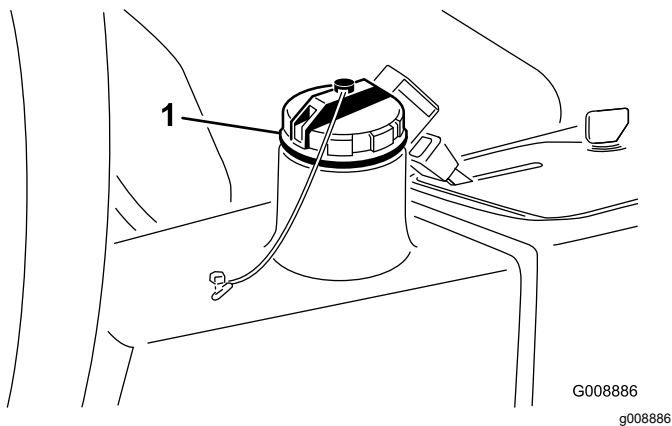

図 79
4. 油圧オイルタンク図 79に約 13.2 リットルの油圧オイルを入れる 油圧システムを点検する \(ページ 45\)を参照。